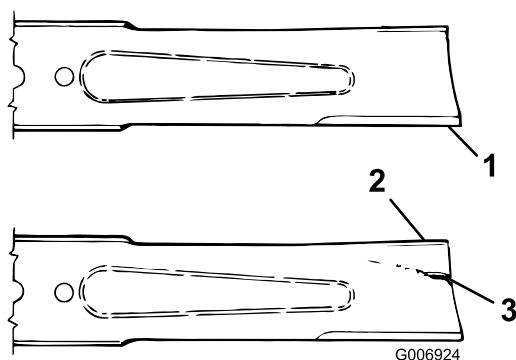

図 67
3. ブレードの切っ先を注意深く観察、特に、直線部と曲線部が交わる部分をよく観察する 図 67。
4. 磨耗が進んでいる場合 図 67 には、ブレードを交換する **ブレード回転面の管理 (ページ 55)** を参照。
ブレードの磨耗を放置すると、ブレードのセル部と平坦部との間に割れ目が発生する 図 67。この割れ目が拡大すると、最終的にはブレードがちぎれてハウジングの下から飛び出し、これがオペレータや周囲の人に重大な人身事故となる。